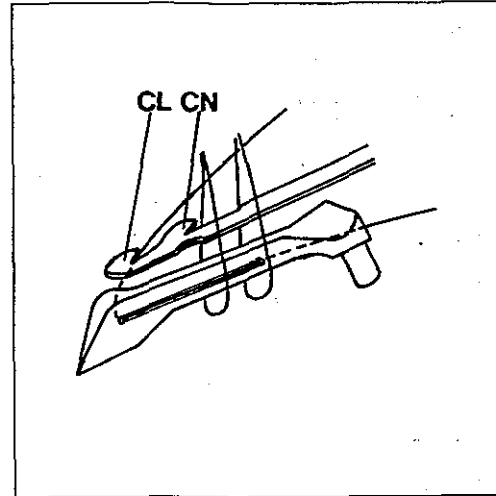

Fig.47
When the lower knife swings back to the right, the looper thread must be caught by cutting edge (CL, Fig. 47) and the needle threads by cutting edge (CN) and drawn to the upper knife for cutting.
Wenn das Untermesser nach rechts zurück schwenkt müssen der Greiferfaden von der Schneide (CL, Fig. 47) und die Nadelfäden von der Schneide (CN) eingefangen und zum Abschneiden zum Obermesser gezogen werden.